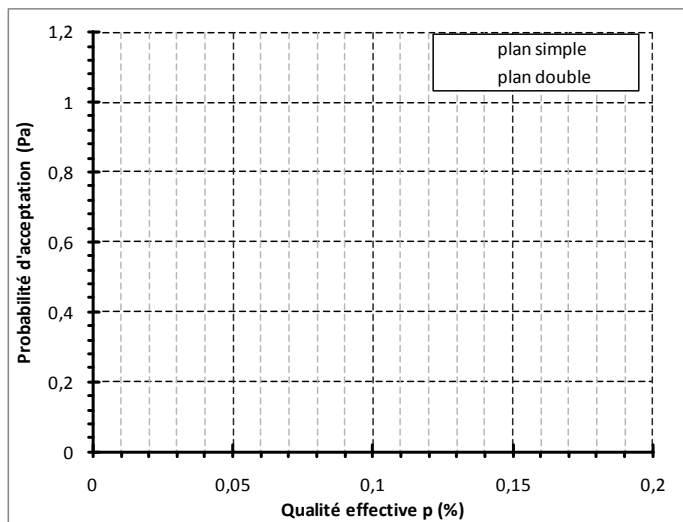

Figure 2
2.1. Tracer les deux courbes d'efficacité associées sur la figure 2 du document à rendre. Utiliser deux couleurs différentes et indexer la légende.